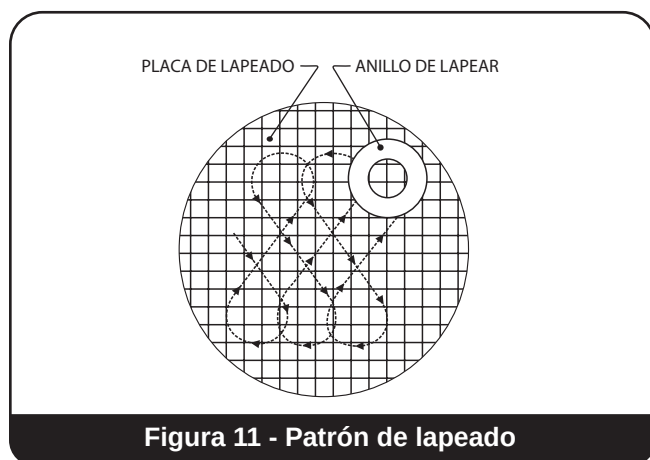

Figura 11 - Patrón de lapeado
2. Utilice siempre un lapeado nuevo. Si los signos de desgaste (por planitud) son evidentes, reacondicione el lapeado. El reacondicionamiento del lapeados se logra lapeandolos en un plato de lapeado plano. El lapeado debe hacerse con un movimiento en forma de ocho como se indica en la Figura 11 en la página 25. Para garantizar los mejores resultados al lapear los asientos, los lapeados deben reacondicionarse después de cada uso.
6. Lapee, utilizando un movimiento excéntrico, o en forma de ocho, en todas las direcciones, mientras que al mismo tiempo, se aplica una presión uniforme y gira el lapeado lentamente (ver Figura 11 en la página 25).